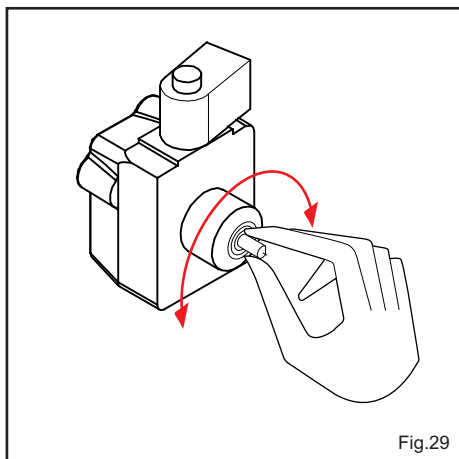

Fig.29
- Faire tourner manuellement l'arbre (3-4 rotations dans le sens horaire et le sens antihoraire) (Fig.29).